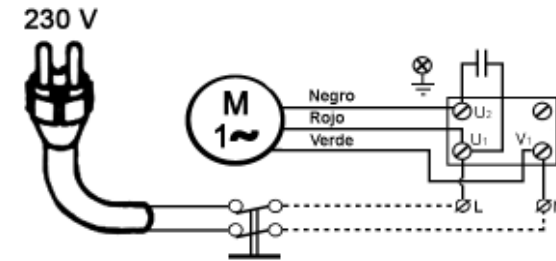

Figura 3 : Conexión eléctrica
La protección del sistema se realizará con un interruptor diferencial (I_{fn} = 30 mA.). Si tiene que funcionar al aire libre, el cable de alimentación debe corresponder a la norma CEE(2) o bien al tipo H07 RN-F según VDE 0250. En el esquema de la figura 3 se facilita una correcta conexión eléctrica.